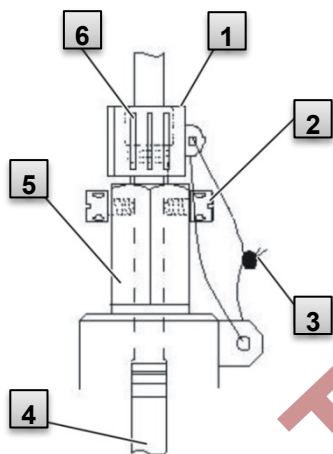

Imagen 13
3. Asigne un responsable de calibración para el precintado del sensor de temperatura con la tapa de precintado **1** y el precinto de alambre **3** según el párrafo Imagen 13.